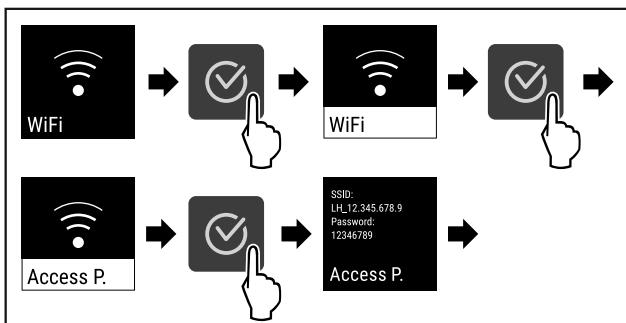

Fig. 85
- Εκτελέστε τα βήματα ενεργειών (βλέπε Fig. 85).